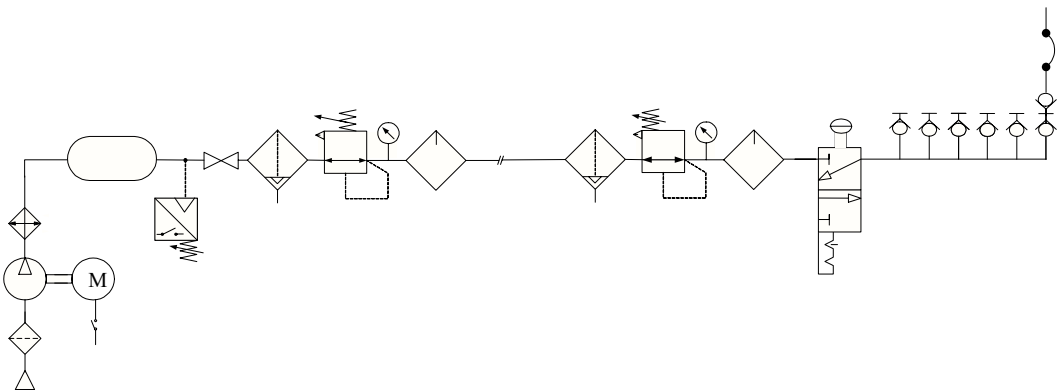

Figura 1.9. Circuito neumático básico.
7. Cerrar y abrir la válvula de corredera (A) y mostrar las válvulas antirretorno en los conectores de presión (P).
8. Tomar un conector T y una manguera, practicar la forma de realizar las conexiones con los dos componentes anteriores. Asegurarse que la válvula de corredera se encuentra cerrada y conectar una manguera a un puerto de presión como se ilustra en la figura 1.9.